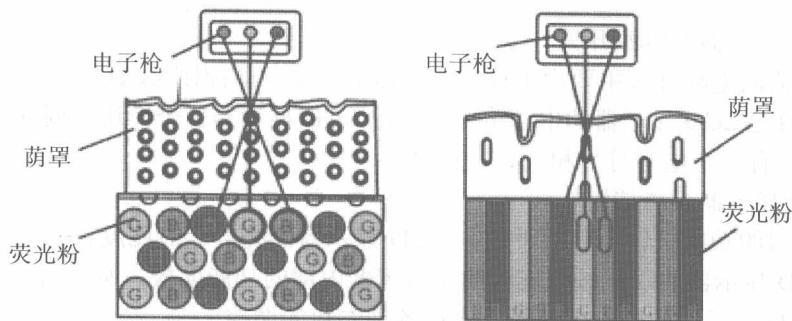

图 12-7 CRT 显示器工作原理示意图
CRT (阴极射线管) 显示器的核心部件是 CRT 显像管。CRT 显像管使用电子枪发射高速运动的电子，通过垂直和水平的偏转线圈控制高速电子的偏转角度，最后高速电子击打屏幕上的磷光物质使其发光，通过电压来调整电子束的功率，在屏幕上就会形成明暗不同的光点，相应的形成图像和文字。彩色显像管屏幕上的每一个像素点都由红 (R)、绿 (G)、蓝 (B) 三种颜料组合而成，可以由三束电子束分别激活这三种颜色的磷光涂料，再使用不同强度的电子束调节三种颜色的明暗程度就可得到所需的颜色。通过加装荫罩 (或荫栅) 能够对电子束进行更加精确地控制，正确瞄准的电子束穿过每个磷光涂层光点相对应的屏蔽孔，荫罩拦下散乱电子束，以避免它们打到错误的磷光涂层，如图 12-7 所示。